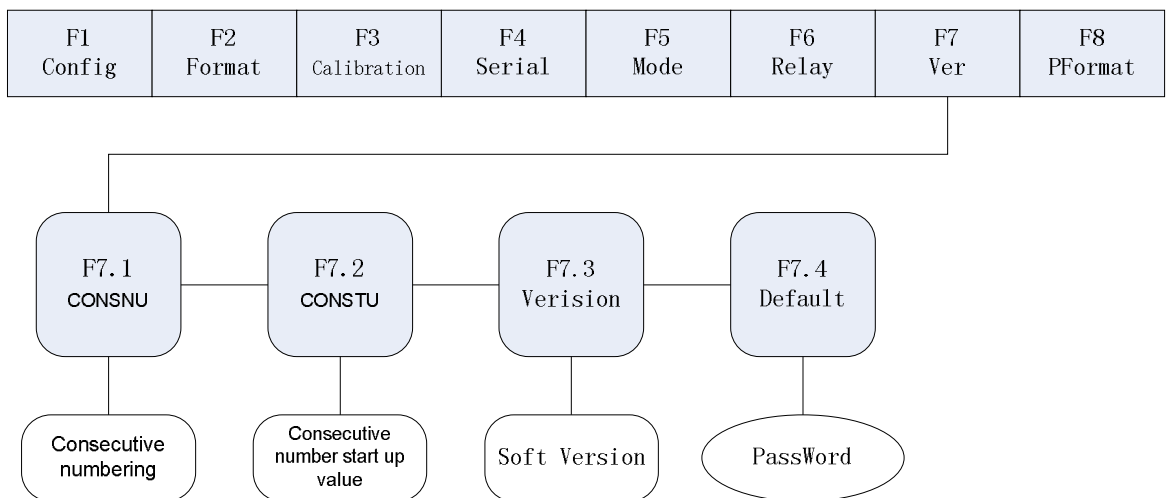

图 9-1 F7 (Ver) 菜单
- (1) 使显示器进入设置工作状态（显示器显示“F 1”）。
- (2) 按 \blacktriangleright 键，直至显示器显示“F 7”（见图 9-1）。按 \blacktriangledown 键进入 F7 菜单，显示器显示“F 7.1”。再按 2 次 \blacktriangleright 键，直至显示器显示“F7.3”。
- (3) 当显示器显示“F 7.3”时，再按 \blacktriangledown 键，显示器显示当前的软件版本“XX.XX”，软件版本号不能修改。
- (4) 按 \blacktriangle 键返回 F7.3 菜单，显示器显示“F 7.3”。
- (5) 再按两次 \blacktriangle 键退出设置工作状态。
(1) 使显示器进入设置工作状态（显示器显示“F 1”）。
(2) 按 \blacktriangleright 键，直至显示器显示“F 7”（见图 9-1）。按 \blacktriangledown 键 F7 菜单，显示器显示“F 7.1”。再按 3 次 \blacktriangleright 键，显示器显示“F 7.4”。